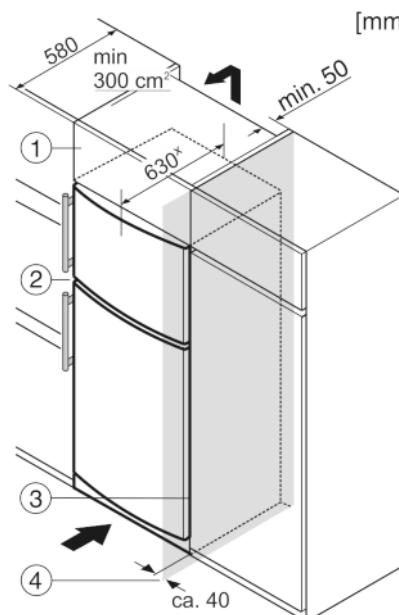

Fig. 7
(1) Дополнительный шкафчик
(2) Устройство
(3) Кухонный шкаф
(4) Стенка
Устройство может быть окружено кухонными шкафами. Чтобы уравнять устройство Fig. 7 (2) по высоте с кухонной стенкой, можно установить над устройством дополнительный шкафчик Fig. 7 (1).
При комбинировании с кухонными шкафами (глубина макс. 580 мм) устройство можно установить непосредственно рядом с кухонным шкафом Fig. 7 (3). Устройство выступает сбоку на 34 мм^x и по центру на 50 мм^x относительно передней стенки кухонного шкафа.
Если устройство установлено на шарнирах у стены Fig. 7 (4), то расстояние между устройством и стеной должно быть не менее 40 мм. Настолько выступает ручка при открытой дверце.